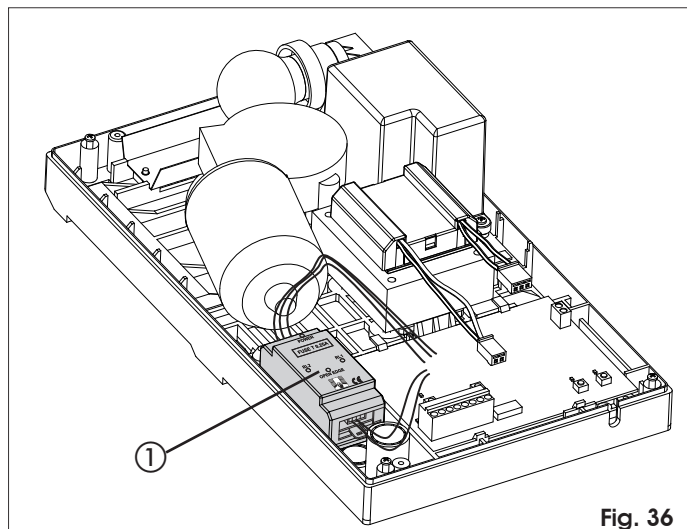

Fig. 36
Die Verwendung der Sicherheitsleiste mit Leiterelement wird dadurch erleichtert, dass die entsprechende Steuereinheit in den Antrieb integriert werden kann (Abb. 36 Bez. ①). Vorgehensweise:
- Die Kontrolleinheit wie in der Abb. 36 angegeben positionieren.